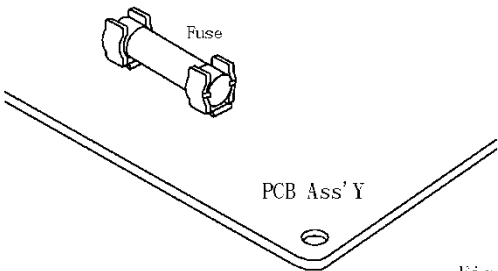

Fig. 1
- 1) Снимите печатную монтажную плату РСВ с электрораспределительной коробки. Извлеките предохранитель из печатной монтажной платы РСВ (рис. 1)
| Fig. 1    | Рис. 1                               |  |